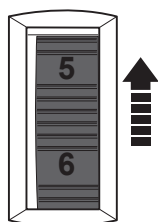

Fig. 4
- > Rotiți înainte discul de viteză (1) (cum se vede din poziția operatorului) pentru a crește viteza maximă (Fig. 4). O viteză mai înaltă este potrivită pentru tăiere cu lame de ferăstrău fine și materiale moi.